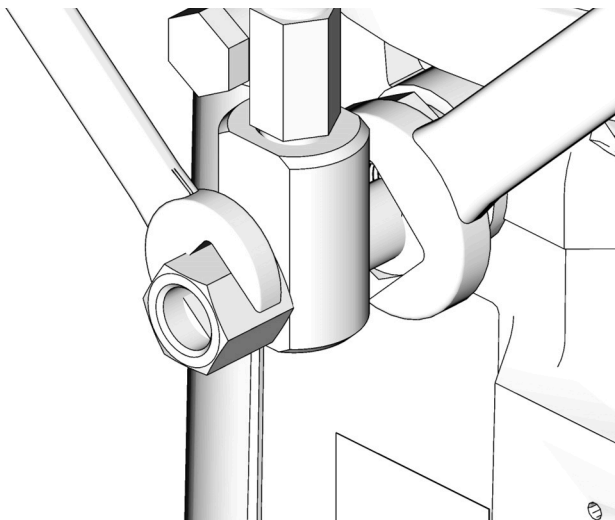

FIG. 10
- Utilizzare sempre due chiavi operanti in direzioni opposte ogni volta che si collega qualcosa a un elemento pompa o ai raccordi ausiliari. Vedere FIG. 10 per un esempio.